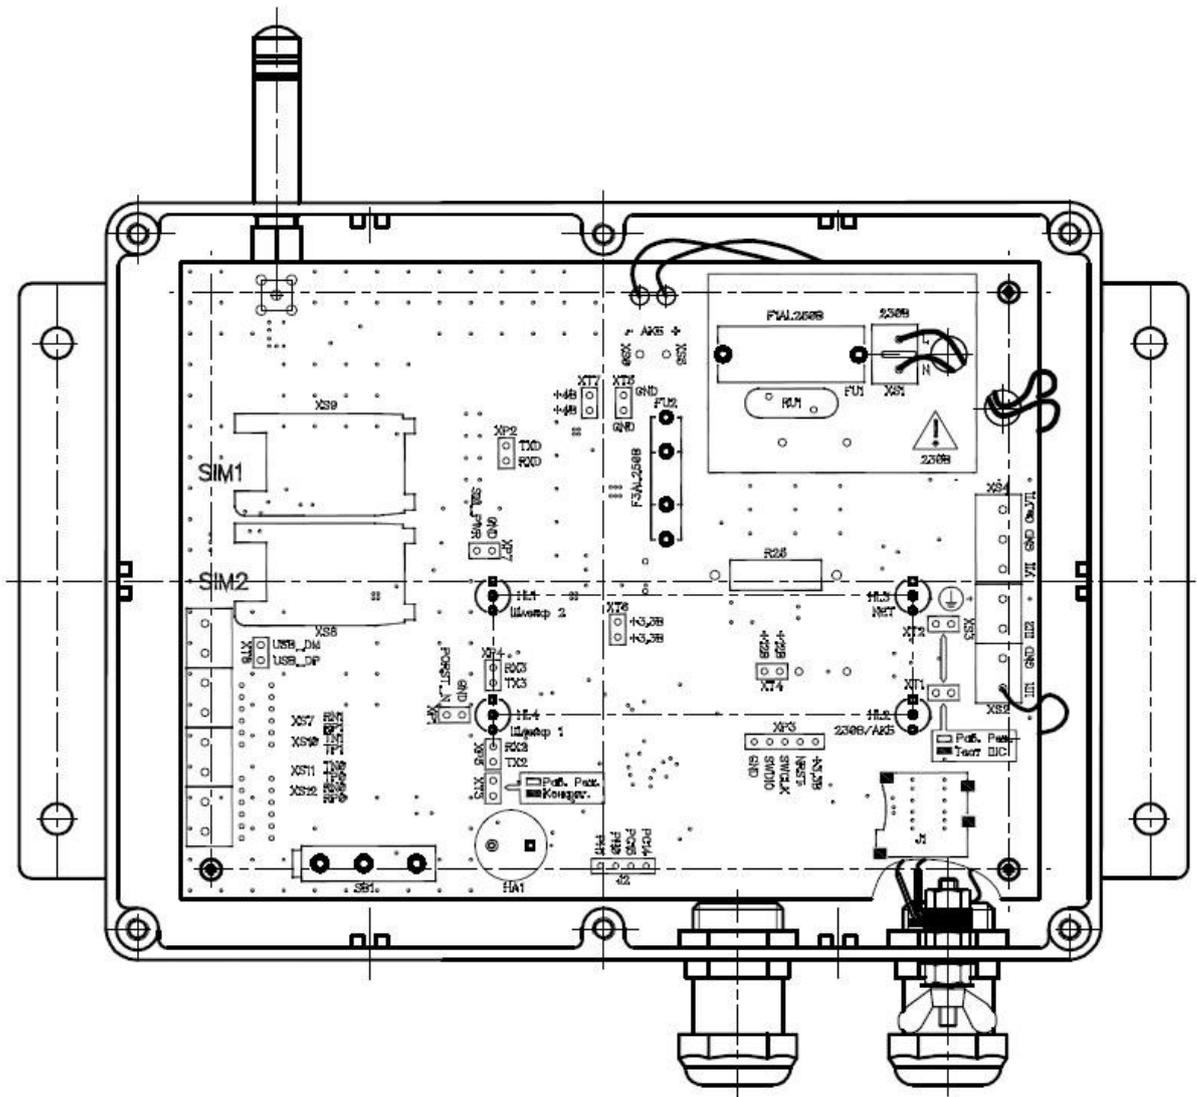

Рисунок 1 – Внешний вид УОО со снятой крышкой с указанием расположения и обозначения разъёмов и перемычек на плате
1.5.6 При закрытии крышки происходит замыкание контакта тампера «SB1» (см. рисунок 1), расположенного на плате, который служит при работе УОО датчиком несанкционированного открытия крышки. При замыкании и размыкании контакта переключателя «SB1» в работающем УОО происходит отправка на ПЦН соответствующих сообщений – о закрытии и открытии крышки УОО.
2.2.2.7 Подготовить место для установки УД с учётом длины проводников УД, которой должно быть достаточно для подключения УД к контактам клеммной колодки «XS4» платы изделия (см. рис.1) после ввода проводников УД в корпус через кабельный ввод сигнальный.
2.2.2.13 Установить SIM-карту SIM1 (основной канал связи) в держатель SIM-карты «XS9» (расположен на плате слева вверху, см. рисунок 1) и SIM-карту SIM2 (резервный канал связи) в держатель SIM-карты «XS8», установить карту памяти в держатель «J1» (MicroSD).
2.2.2.14 Изъять предохранитель из держателя предохранителя FU2 (см. рис.1). При помощи смонтированных на плате изделия проводников подключить, соблюдая полярность, АКБ из состава изделия к контактам платы «XS5» (подключить к плюсовой клемме АКБ) и «XS6» (подключить к минусовой клемме АКБ).